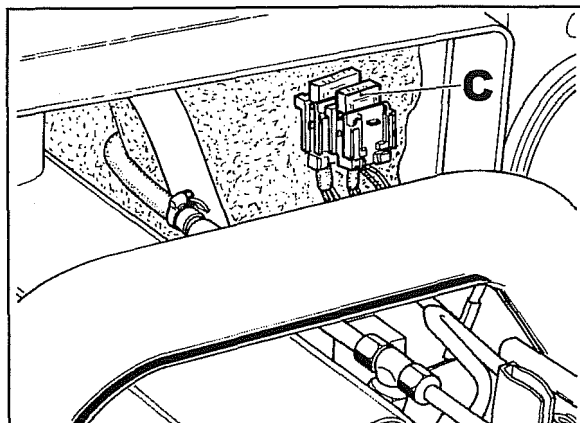

Fig. 3
- 1 Verificare l'integrità del fusibile **C** fig. 3 a protezione dell'impianto presa di forza anteriore.